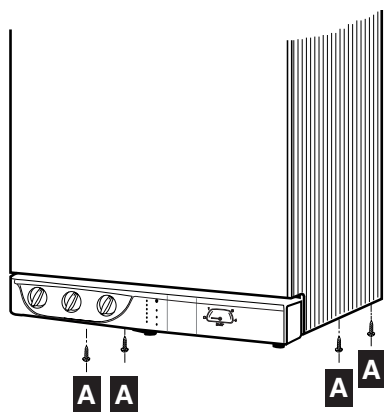

Fig. 19
- plaats de 4 bevestigingsvijzen A die zich op het onderste gedeelte bevinden (fig. 19).